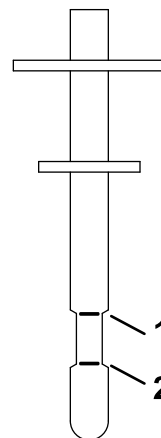

Рисунок 62
7. Вставьте измерительный щуп в заливную горловину, затем извлеките его и проверьте уровень жидкости (Рисунок 62).